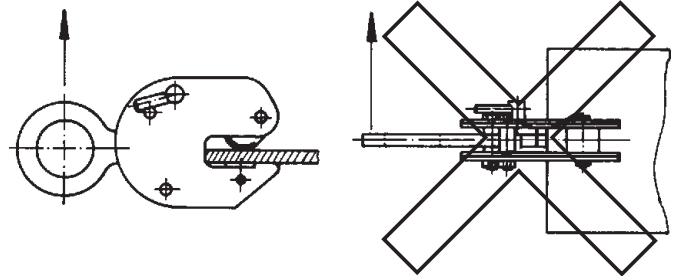

Fig. 3
- Zijdellingse belasting op de platenklem is niet toegestaan (Fig. 3).